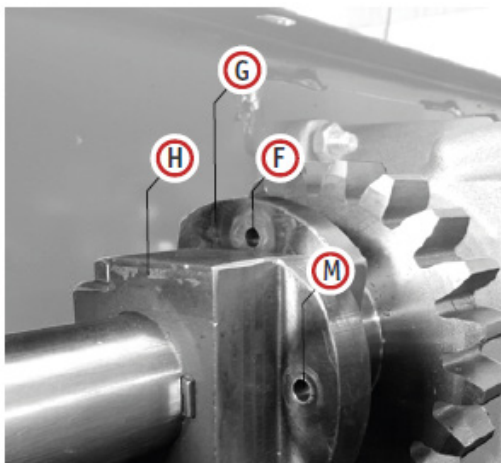

Fig.5
1. El asiento (M) del eje (H) o el asiento (F) del engrane (G) (Fig. 5-5ª) esta gastado. En este caso, necesita reemplazar el eje (M) o el engrane (G) (Fig. 5). Si ambos están dañados, por favor replácelos.